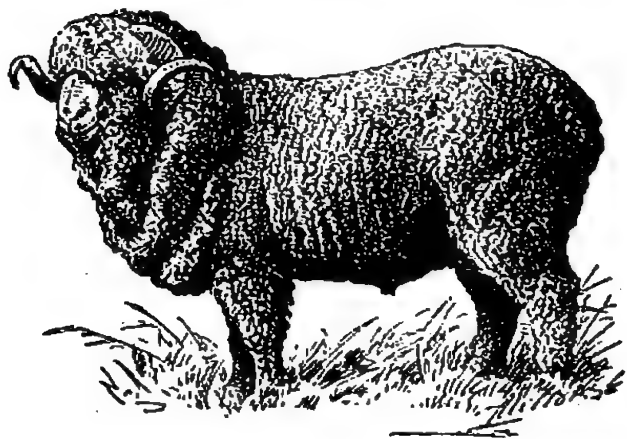

Fig. 452. — Bélier mérinos.
**8. Races de moutons.** — Les principales races de moutons sont : la race *mérinos* (fig. 452), à laine fine et courte ; les moutons *bretons*,